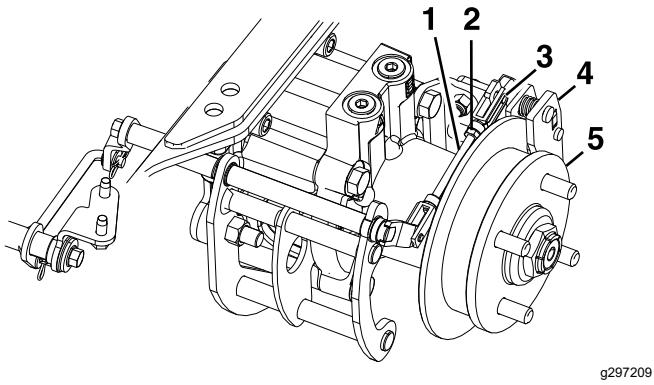

Figure 78
8. Retirez l'axe de chape élastique de la tringlerie arrière et de l'étrier (Figure 78).
12. Serrez l'écrou de blocage sur la tringlerie arrière (Figure 78).